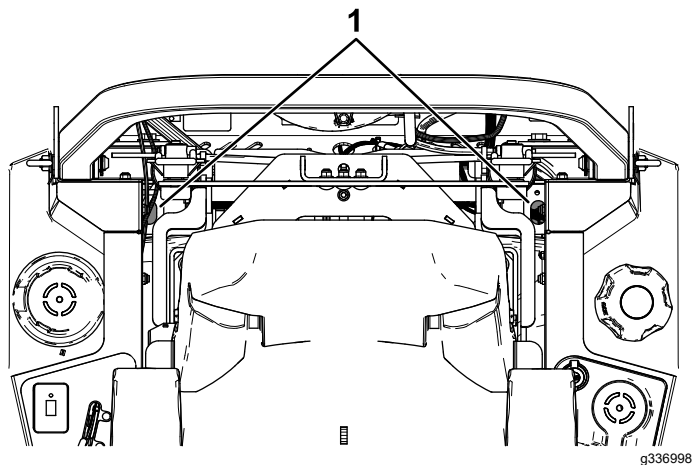

Figura 66
4. Con una prolunga e una bussola da 7/16", accedete al tappo di sfiato dall'alto della macchina attraverso i fori accanto ai supporti del roll bar (Figura 66).